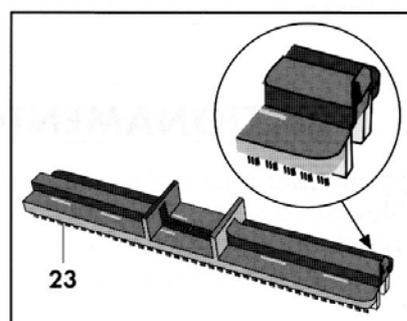

Fig. 11
Il telaio setolato per moquettes e tappeti (23) (**Fig. 11**)